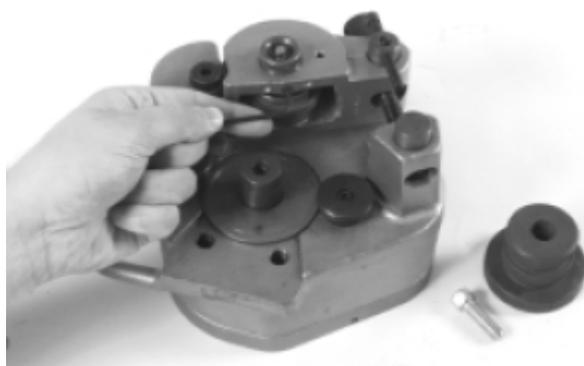

图9 — 松开作用臂上的调节螺母
5. 用1/8" 内六角扳手松开作用臂上的调节螺母，拆下滚沟轮轴（见图9）。